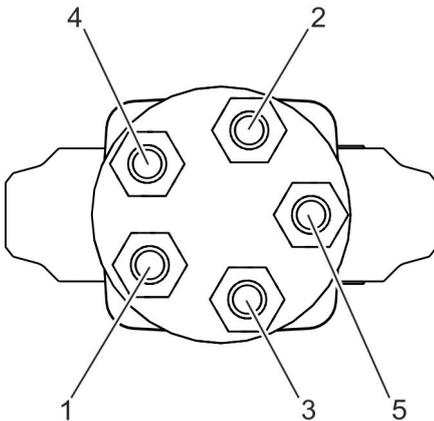

Abb. 6: Muttern lösen (Anzahl der Muttern/Stiftschrauben kann variieren)
1. ➔ Muttern am Rückschlagdeckel gleichmäßig (Abb. 6/1–5) lösen.